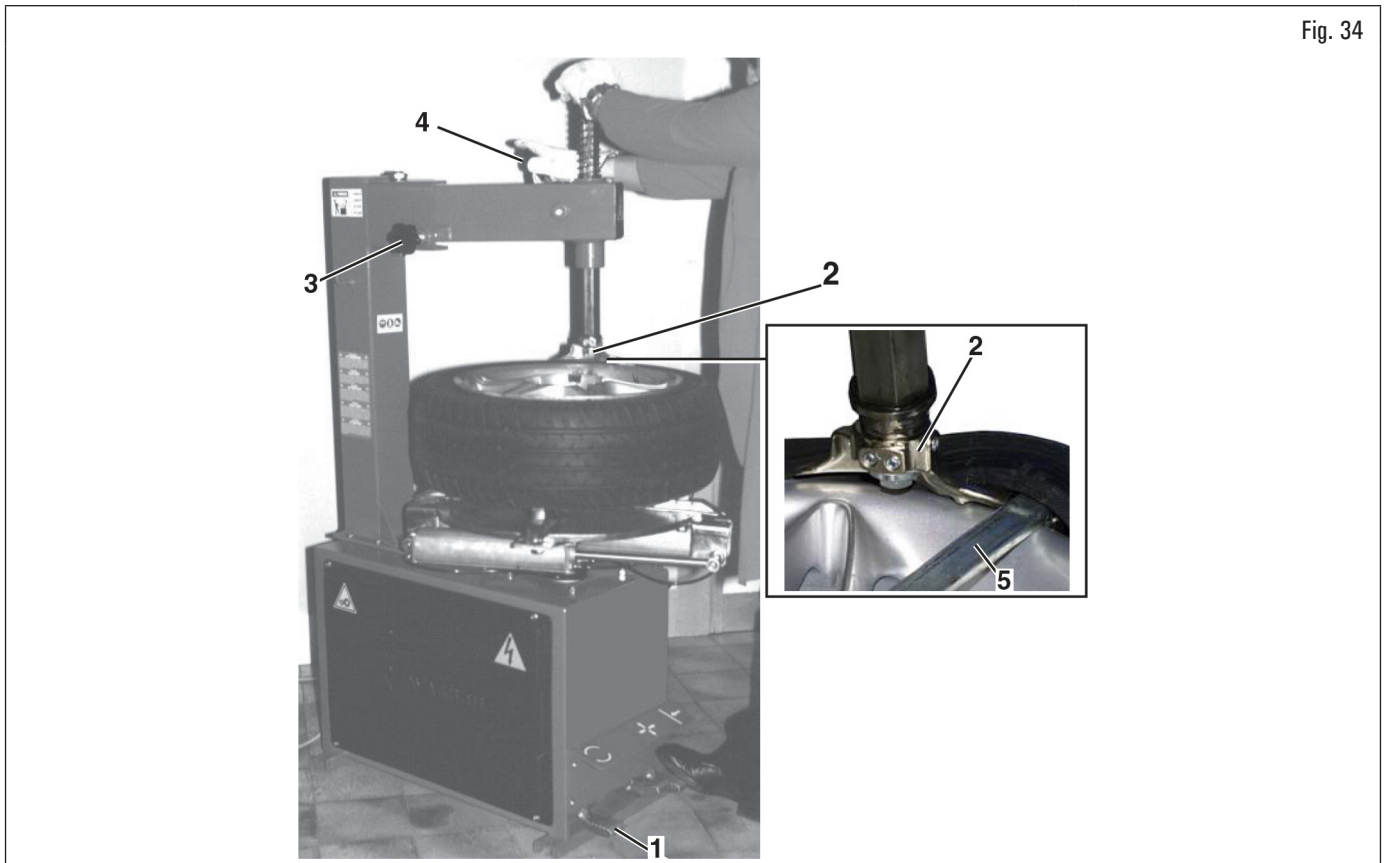

Fig. 34
Après avoir bloqué la roue, procéder au démontage du pneumatique en suivant les instructions suivantes et en faisant référence à la Fig. 34 :
1. pousser la pédale rotation (Fig. 34 réf. 1) pour tourner la roue dans le sens des aiguilles d'une montre jusqu'à l'atteinte de la tige de la soupape en position de « heure 1 » ;
2. placer l'outil de démontage/montage (Fig. 34 réf. 2) sur le bord de la jante par la poignée (Fig. 34 réf. 3) ;
3. le bloquer en place avec le levier (Fig. 34 réf. 4) ;
4. régler la position de tangence de la tête outil (Fig. 34 réf. 2) à la jante par la poignée (Fig. 34 réf. 3) ;
5. avec le levier (Fig. 34 réf. 5), soulever le talon au-dessus de l'extrémité droite de la tête outil de montage et le positionner parallèlement au disque de la jante en pressant en même temps sur le flanc du pneu dans la position de « 6 heures » ;
6. appuyer sur la pédale de rotation (Fig. 34 réf. 1) pour faire tourner la roue dans le sens des aiguilles d'une montre jusqu'à ce que le talon soit entièrement démonté de la jante. En phase de rotation de la roue, le levier lève-pneus glissera hors de la tête outil de montage en se plaçant sur le bord de la jante ;